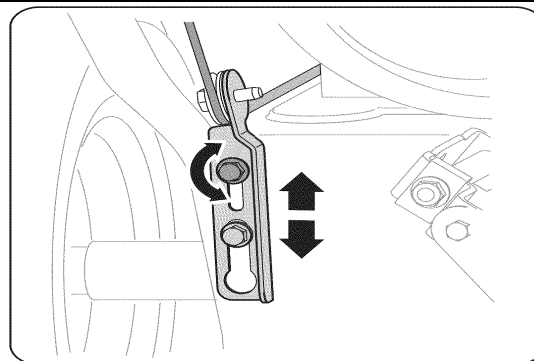

Рис. 11
1. Когда рычаг управления шнеками отпущен и находится в верхнем положении (UP), тросик должен слегка провисать, он НЕ ДОЛЖЕН быть сильно натянут.
4. Оставьте шнек включенным приблизительно на десять (10) секунд, потом отпустите рычаг управления шнеком. Повторите это несколько раз.
5. Приведя рукоятку управления шнеком в верхнее (UP) положение и, тем самым, отключив шнек, перейдите к головной части машины.
7. Для регулирования положения троса управления ослабьте верхний шестигранный болт на кронштейне троса (См. Рис. 11).